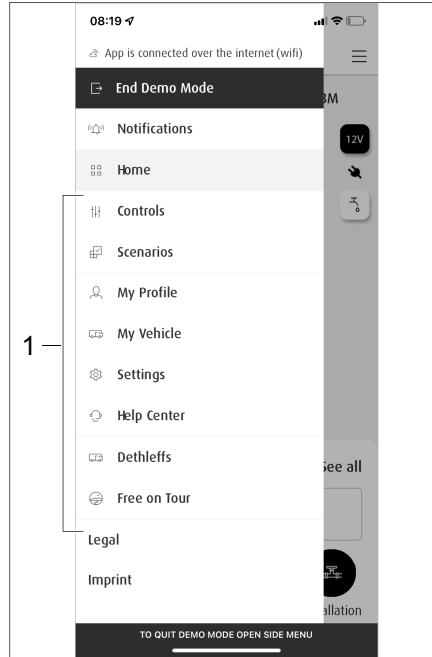
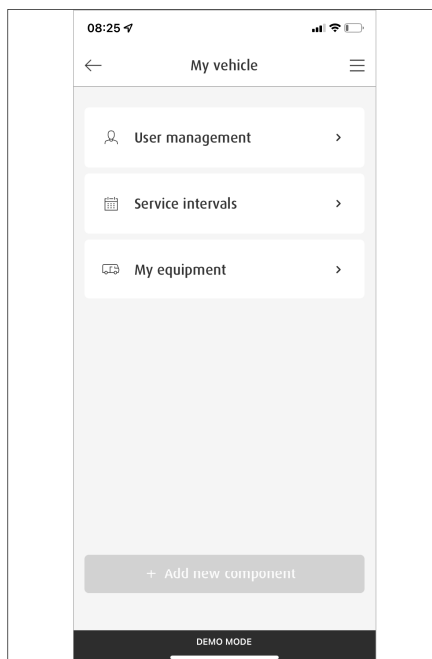

Fig. 296 Sous-menus
Fig. 301 Sous-menu Mon véhicule
- Dans la rubrique Menu, appuyer sur le symbole ☰. Les sous-menus (Fig. 296,1) s'affichent.
- Dans la rubrique Menu, appuyer sur *Scénarios* (Fig. 296,1).
- Dans les sous-menus, (Fig. 296,1) sélectionner le menu *Commande*.
- Dans les sous-menus, (Fig. 296,1) sélectionner le menu *Mon véhicule*. Dans le sous-menu *Mon véhicule* (Fig. 301), il est possible de configurer des accès invités, de planifier des rendez-vous de service et de saisir l'équipement du véhicule.